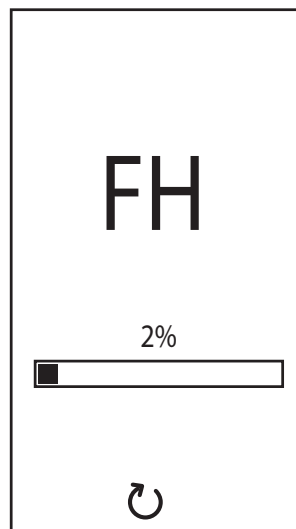

fig. 7- Purge avec ventilateur activé
- Pendant les 120 secondes qui suivent, l'afficheur visualise **FH** (cycle de purge de l'air du circuit de chauffage) (fig. 7).